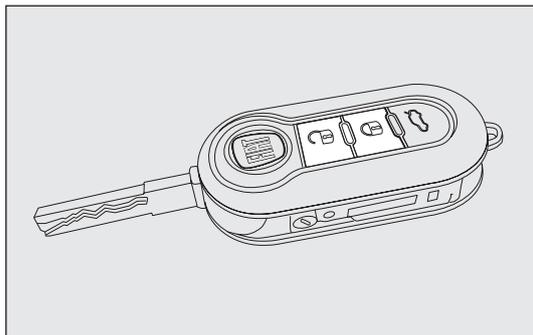
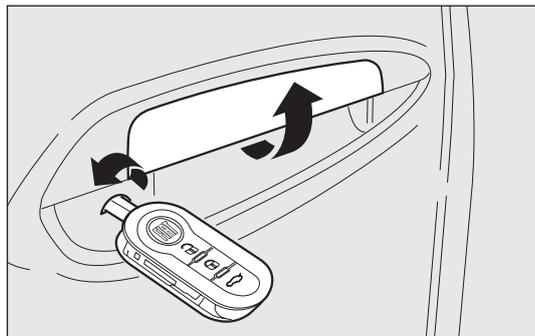
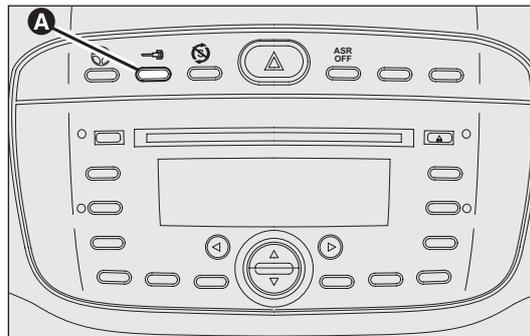

fig. 78
fig. 79
fig. 80
Avec les portes fermées, appuyer sur le bouton  sur la télécommande fig. 78 ou bien insérer et tourner l'insert métallique dans la serrure de la porte côté conducteur, dans le sens des aiguilles d'une montre fig. 79. Le verrouillage effectif des portes est signalé par le simple allumage de la DEL sur le bouton A-fig. 80. Le verrouillage des portes est activé uniquement si toutes les portes sont fermées. Si une ou plusieurs portes sont ouvertes suite à la pression du bouton  sur la télécommande fig. 78, les indicateurs de direction et la DEL présente sur le bouton A-fig. 80 clignotent rapidement pendant environ 3 secondes.
Si une ou plusieurs portes sont par contre ouvertes suite à la rotation de l'insert métallique de la clé, seule la DEL présente sur le bouton A-fig. 80 clignote rapidement pendant environ 3 secondes. Si les portes sont fermées mais que le coffre à bagages est ouvert, les portes sont verrouillées : les indicateurs de direction (uniquement si le verrouillage est effectué en appuyant sur le bouton  fig. 78) et la DEL présente sur le bouton A-fig. 80 clignotent rapidement pendant environ 3 secondes.
Avec la fonction active, il est toutefois possible de déverrouiller les serrures des autres portes, en appuyant sur le bouton A-fig. 80 situé sur la colonne centrale.
En effectuant une double pression rapide sur le bouton  de la télécommande fig. 78, le dispositif dead lock s'active (voir paragraphe « Dispositif dead lock »).
Appuyer brièvement sur le bouton  fig. 78 pour déverrouiller les portes à distance, obtenir l'allumage temporisé des plafonniers internes et le double signal lumineux des indicateurs de direction ou insérer et tourner l'insert métallique dans la serrure de la porte côté conducteur dans le sens contraire aux aiguilles d'une montre, comme illustré sur la 79.
Appuyer sur le bouton A-fig. 80 pour verrouiller/déverrouiller toutes les portes. Le bouton est doté d'une DEL qui indique l'état des portes (verrouillées ou déverrouillées). Lorsque les portes sont verrouillées, la DEL du bouton est allumée et une pression sur le bouton provoque le déverrouillage centralisé de toutes les portes et l'extinction du témoin. Lorsque les portes sont déverrouillées, la DEL est éteinte et une pression sur le bouton provoque le verrouillage centralisé de toutes les portes. Le verrouillage des portes n'est activé que si toutes les portes sont bien fermées.
on ne pourra pas effectuer le déverrouillage avec le bouton A-fig. 80 situé entre les commandes sur la planche de bord.
- le bouton A-fig. 80 de verrouillage/déverrouillage ;
Le dispositif s'enclenche automatiquement sur toutes les portes en effectuant une double pression rapide sur le bouton  sur la clé de la télécommande fig. 78.
L'activation du dispositif est signalée par 3 clignotements des indicateurs de direction et par le clignotement de la DEL située sur le bouton A-fig. 80 entre les commandes sur la planche de bord.